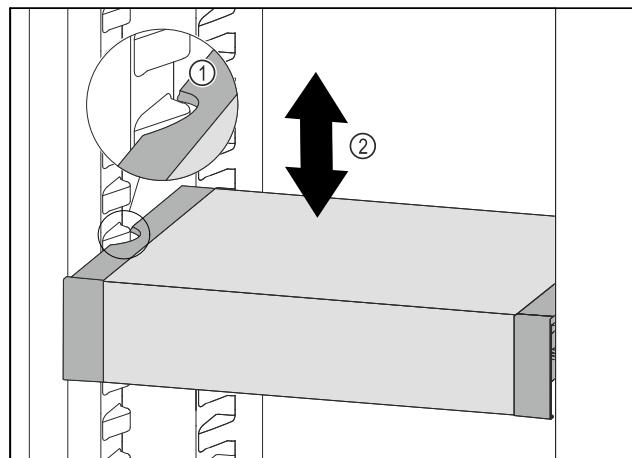

Fig. 126
- ▶ Изтеглете VarioSafe напред, докато страницните прорези на VarioSafe се намират на височината на реброто на съда в хладилната част. Fig. 126 (1)
- ▶ Преместете VarioSafe нагоре или надолу в хладилната част, докато се достигне желаната височина. Fig. 126 (2)